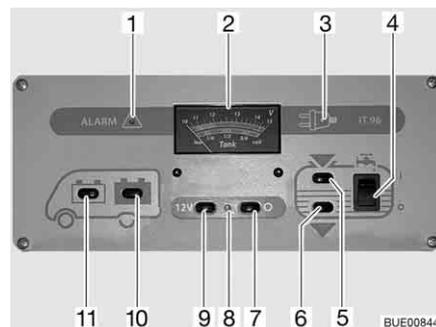

Bild 133 Panel IT 96-2
Der 12-V-Hauptschalter (Bild 133,7 und 9) schaltet das Panel und die 12-V-Versorgung des Wohnraums ein und aus.
- Schalter (Bild 133,9) drücken "12 V": Die 12-V-Versorgung des Wohnraums ist eingeschaltet. Die Kontroll-Leuchte (Bild 133,8) leuchtet grün.
*Ausschalten:* ■ Schalter (Bild 133,7) drücken "O": Die 12-V-Versorgung des Wohnraums ist ausgeschaltet. Die Kontroll-Leuchte (Bild 133,8) erlischt.
Beim Anzeigeeinstrument V/Tank (Bild 133,2) die obere Skala beachten. Das Anzeigeeinstrument wird automatisch beleuchtet, sobald ein Schalter gedrückt wird.
- Schalter (Bild 133,11) drücken "🔋": Die Batteriespannung der Starterbatterie wird angezeigt.
- Schalter (Bild 133,10) drücken "🔋": Die Batteriespannung der Wohnraumbatterie wird angezeigt.
Beim Anzeigeelement V/Tank (Bild 133,2) die untere Skala beachten. Das Anzeigeelement wird automatisch beleuchtet, sobald ein Schalter gedrückt wird.
- Schalter (Bild 133,5) drücken "": Die Wassermenge wird angezeigt.
- Schalter (Bild 133,6) drücken "": Die Abwassermenge wird angezeigt.
*Einschalten:* ■ Wippschalter (Bild 133,4) oben drücken "I": Die Wasserversorgung ist eingeschaltet.
*Ausschalten:* ■ Wippschalter (Bild 133,4) unten drücken "O": Die Wasserversorgung ist ausgeschaltet.
Die rote Warnleuchte "ALARM" (Bild 133,1) blinkt, sobald die Spannung der Wohnraumbatterie 11 V (Messung im laufenden Betrieb) unterschreitet und damit Tiefentladung droht.
Die 12-V-Kontroll-Leuchte (Bild 133,8) leuchtet, wenn der 12-V-Hauptschalter (Bild 133,9) eingeschaltet ist.
Die gelbe 230-V-Kontroll-Leuchte (Bild 133,3) leuchtet, wenn am Eingang des Elektroblocks Netzspannung vorhanden ist.